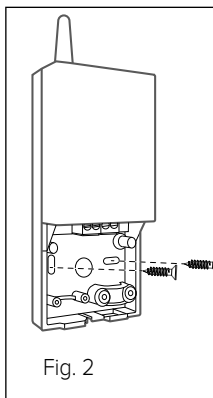

Fig. 2
- Fixer la base du répéteur au mur, à l'endroit voulu, à l'aide des chevilles et des vis fournies dans le kit (Fig. 2).